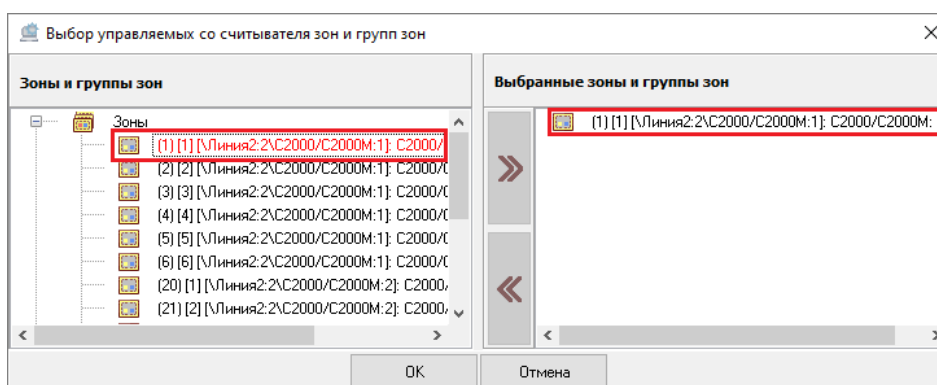

Рисунок 6-399 Выбранная в качестве управляемой со считывателя зона
При этом для зон/групп зон, выбранных в качестве определяющих состояние выхода, применяется маркировка **красным шрифтом** (см. Рисунок 6-399).
- дважды кликните левой клавишей мыши по зоне/группе зон в поле «Зоны и группы зон». Зона/группа зон будет добавлена в поле «Выбранные зоны и группы зон» (см. Рисунок 6-399);